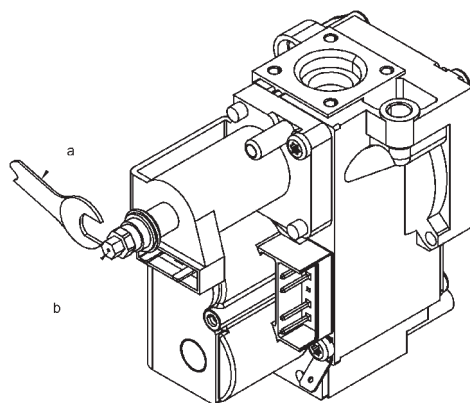

Figura 14
- desconectar el cable de alimentación del modulador y desatornillar el tornillo (**b**) de la Figura 14 hasta alcanzar el valor de presión correspondiente a la potencia reducida (véase Tabla 1);